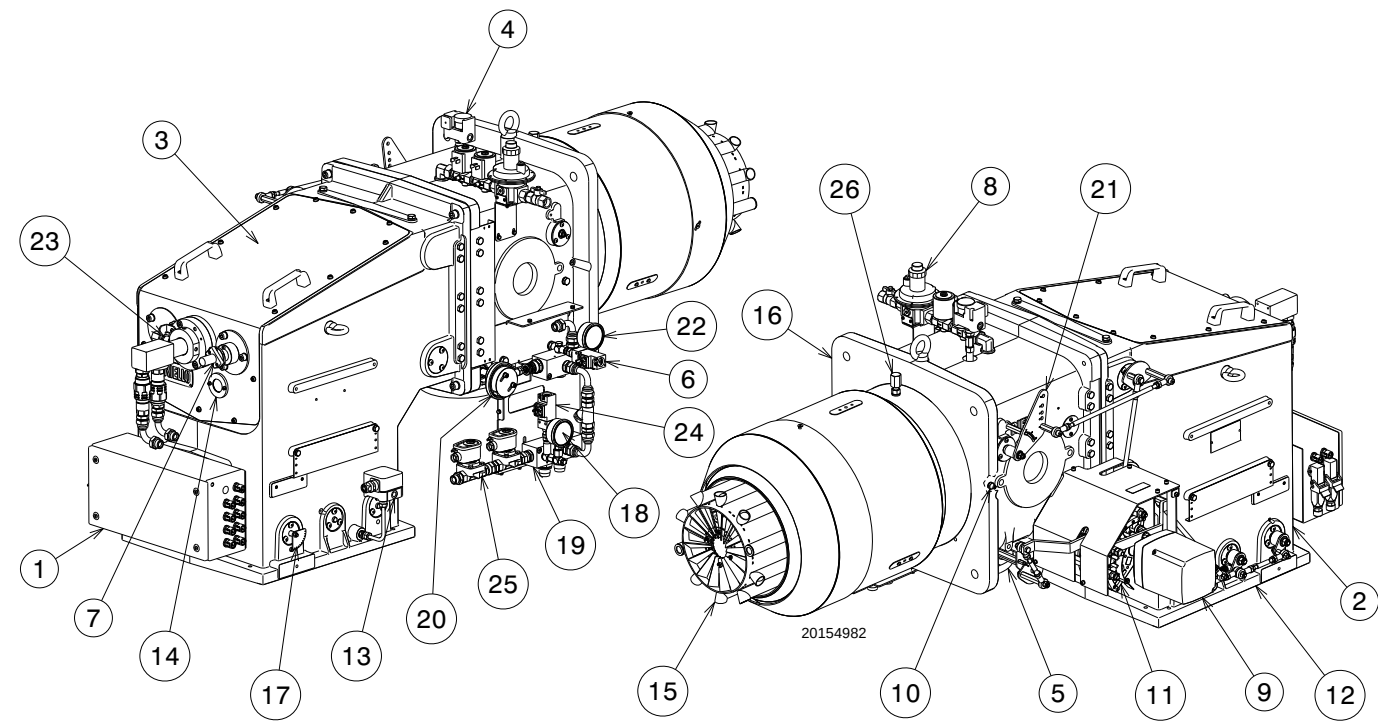

图 8
(1) 参考条件 : 环境温度 20°C - 燃气温度 15°C - 大气压力 1013 mbar - 海拔 0 m a.s.l.
(2) 插座处的压力条件为 (图 8) 炉膛压力为零且燃烧器处于最大出力时。